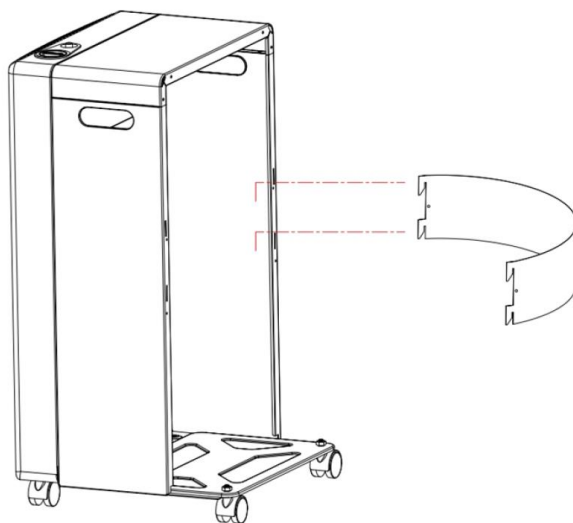

Рисунок 6
6. Установите фиксатор газового баллона на левую и правую стенки после установки газового баллона на нижнюю панель прибора (см. рисунок 6)